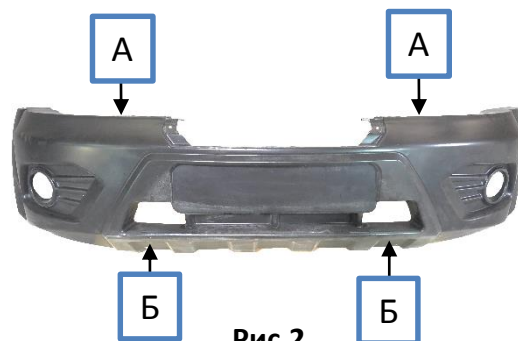

Рис.2
3. Ослабить болты «А» и вывернуть болты «Б» крепления кронштейнов №2 к композитной оболочке бампера (рис.2)